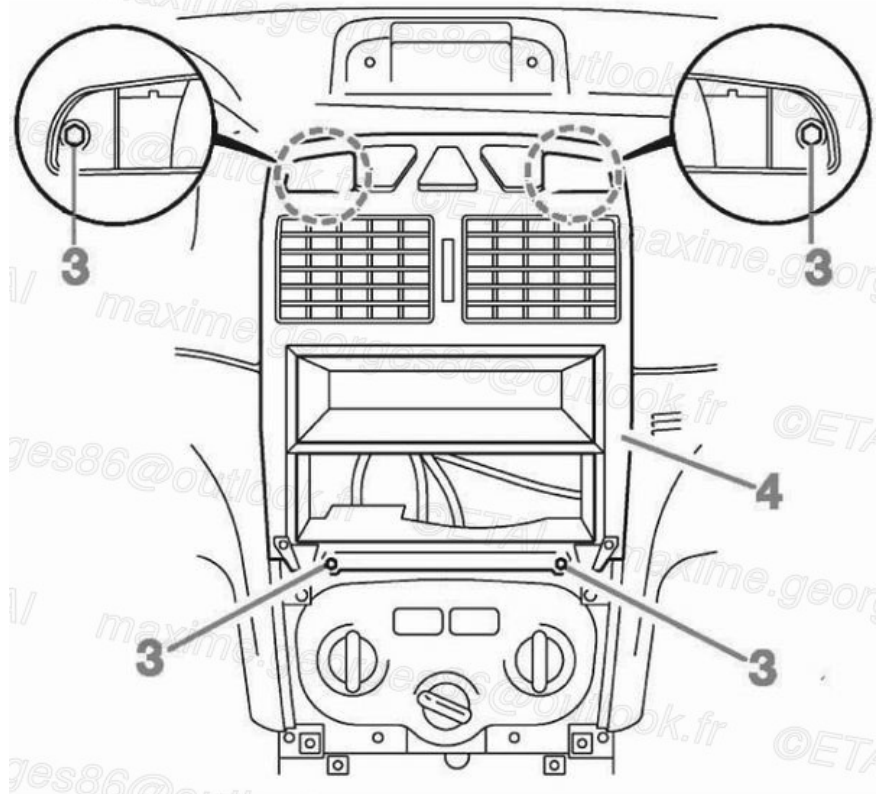

Fig. 24
- Déposer les 4 vis (3) de fixation de la façade supérieure (**Fig.24**) (/media/LEA/CAR_LEA_463/CAR_LEA_463_030X.jpg).